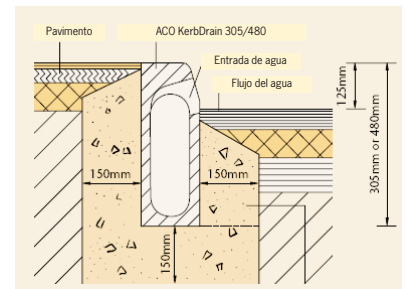

Fig. 1 Instalación de kerbdrain®
1. Realizar una zanja para introducir la base de hormigón y colocar la pieza de Kerbdrain®. Estableciendo las dimensiones según el esquema fig. 1